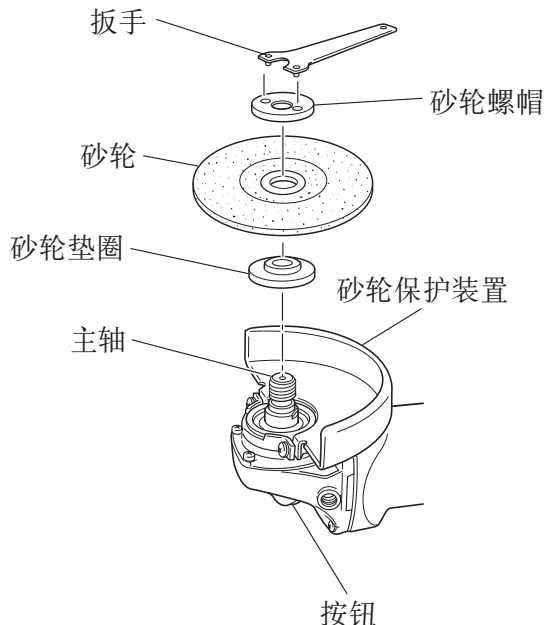

图 2
在打开电源开关之前按两下按钮，检查它是否已被释放。(图 2)
砂轮的组装与分解 (图 2)
1. 组装 (图 2)
如图 2 所示，用附带的扳手拧紧砂轮螺帽。